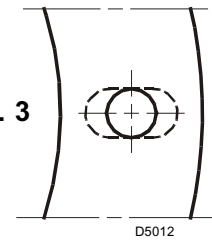

Abb. 3
- Falls erforderlich, die Bohrungen der Isolierdichtung (3, Abb. 3) erweitern.